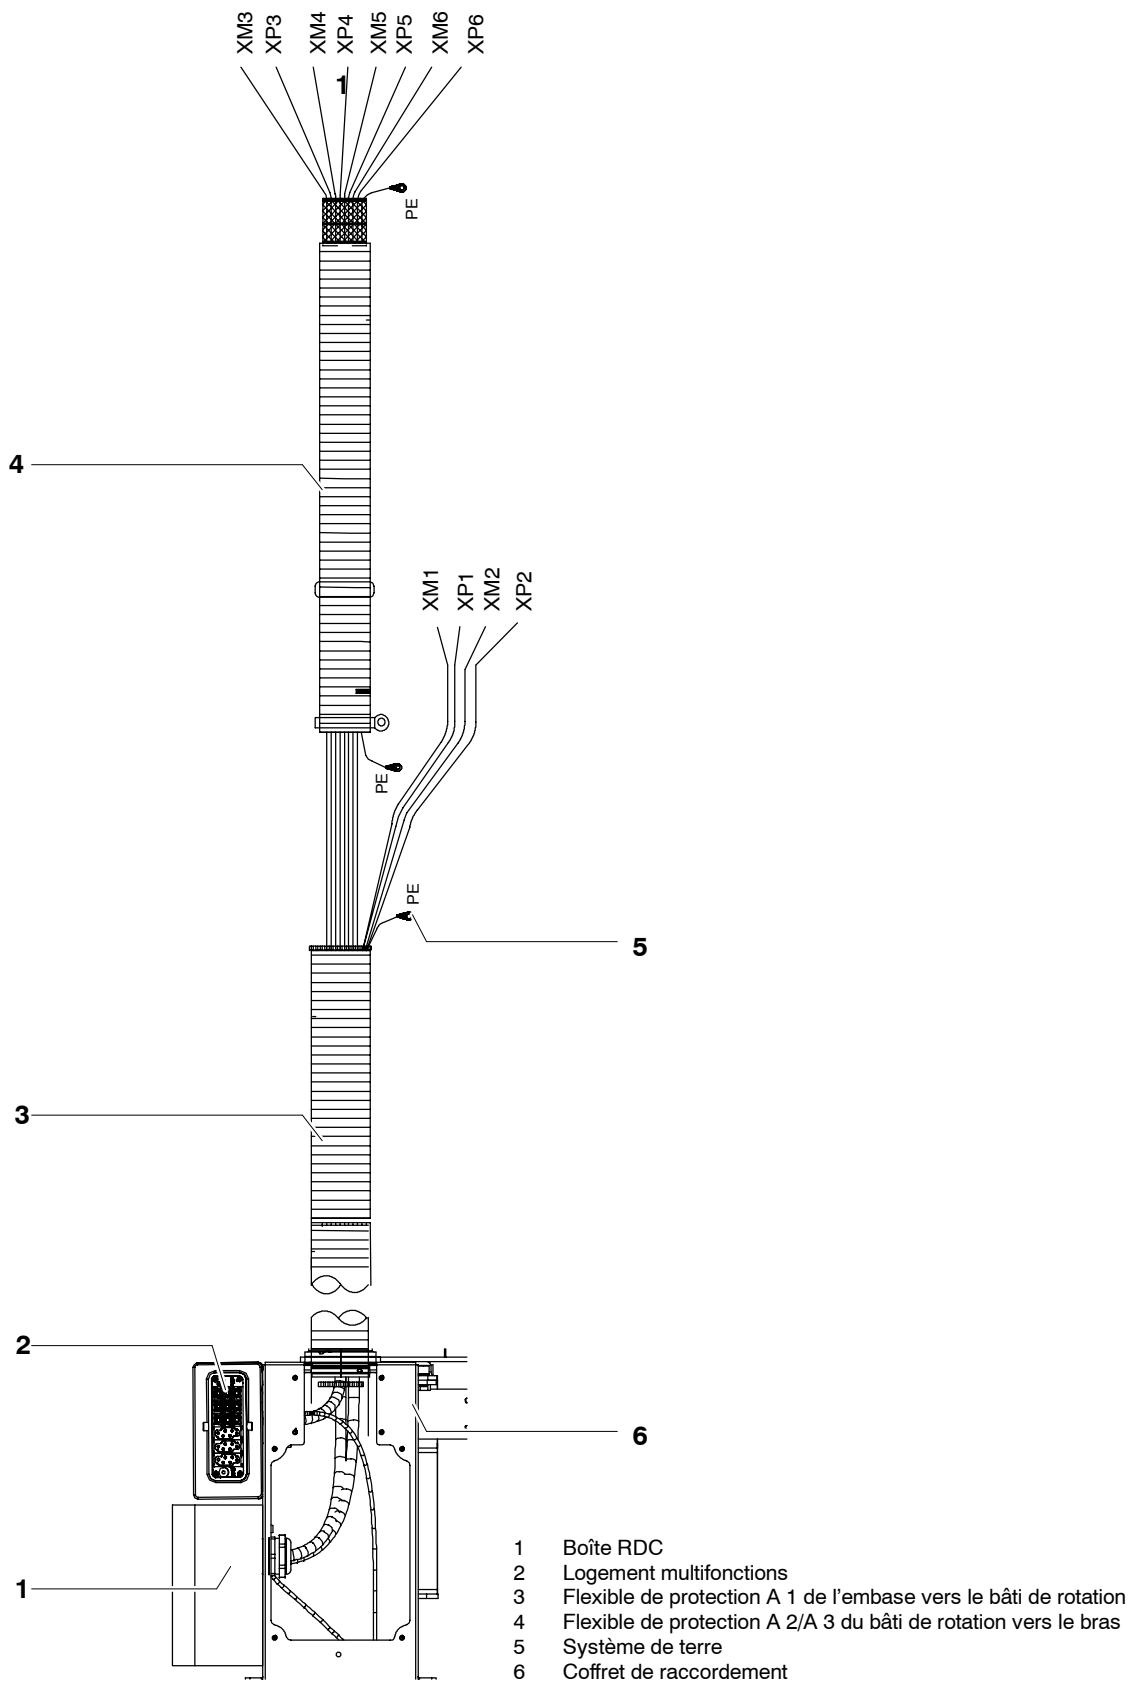
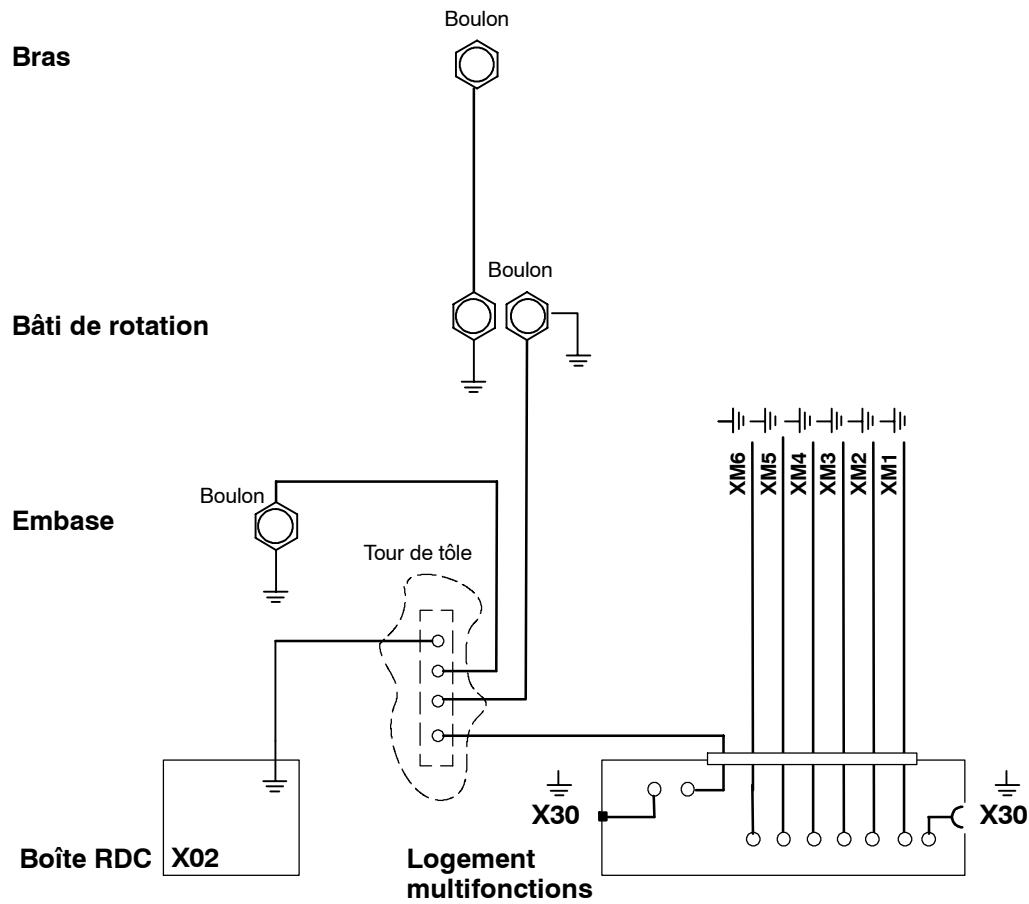

Fig. 70 Jeu de câbles complet
Fig. 80 Installation de terre, système de terre
L'installation électrique du manipulateur est un sous-ensemble autonome. Elle comprend le "jeu de câbles" (Fig. 70) qui contient tous les câbles électriques (Fig. 71). Le jeu de câble est enfichable, ce qui permet d'effectuer rapidement les travaux de remplacement. Les travaux de câblage ne sont pas nécessaires.
Sur l'embase se trouvent la tour de tôle (Fig. 70) avec la boîte RDC (1) et l'unité de raccordement au moteur (2). L'unité de raccordement au moteur (2) contient les câbles moteurs pour les axes 1 à 6, câblés sur un connecteur rectangulaire à bride. Ce connecteur est simultanément le connecteur côté manipulateur pour le câble de liaison (câble moteur) entre le manipulateur et l'armoire de commande. Le connecteur comporte six modules enfichables séparés. A chaque module est affecté un connecteur moteur donné (par ex. XM1). Les câbles de terre sont branchés au boulon PE (Fig. 80) dans la tour de tôle (6).
Dans la boîte RDC (Fig. 70/6) se trouvent les câbles de commande pour les axes 1 à 6, raccordés sur une platine RDC. Chaque câble de commande possède un connecteur séparé et peut être donc individuellement échangé. L'interface sur la boîte RDC (1) pour le câble de liaison (câble de données) entre le manipulateur et l'armoire de commande est formé par une prise angulaire à 13 broches.
Les câbles montés dans le manipulateur sont réunis sous forme tabellaire à la Fig. 71 et sous forme schématisée à la Fig. 70.